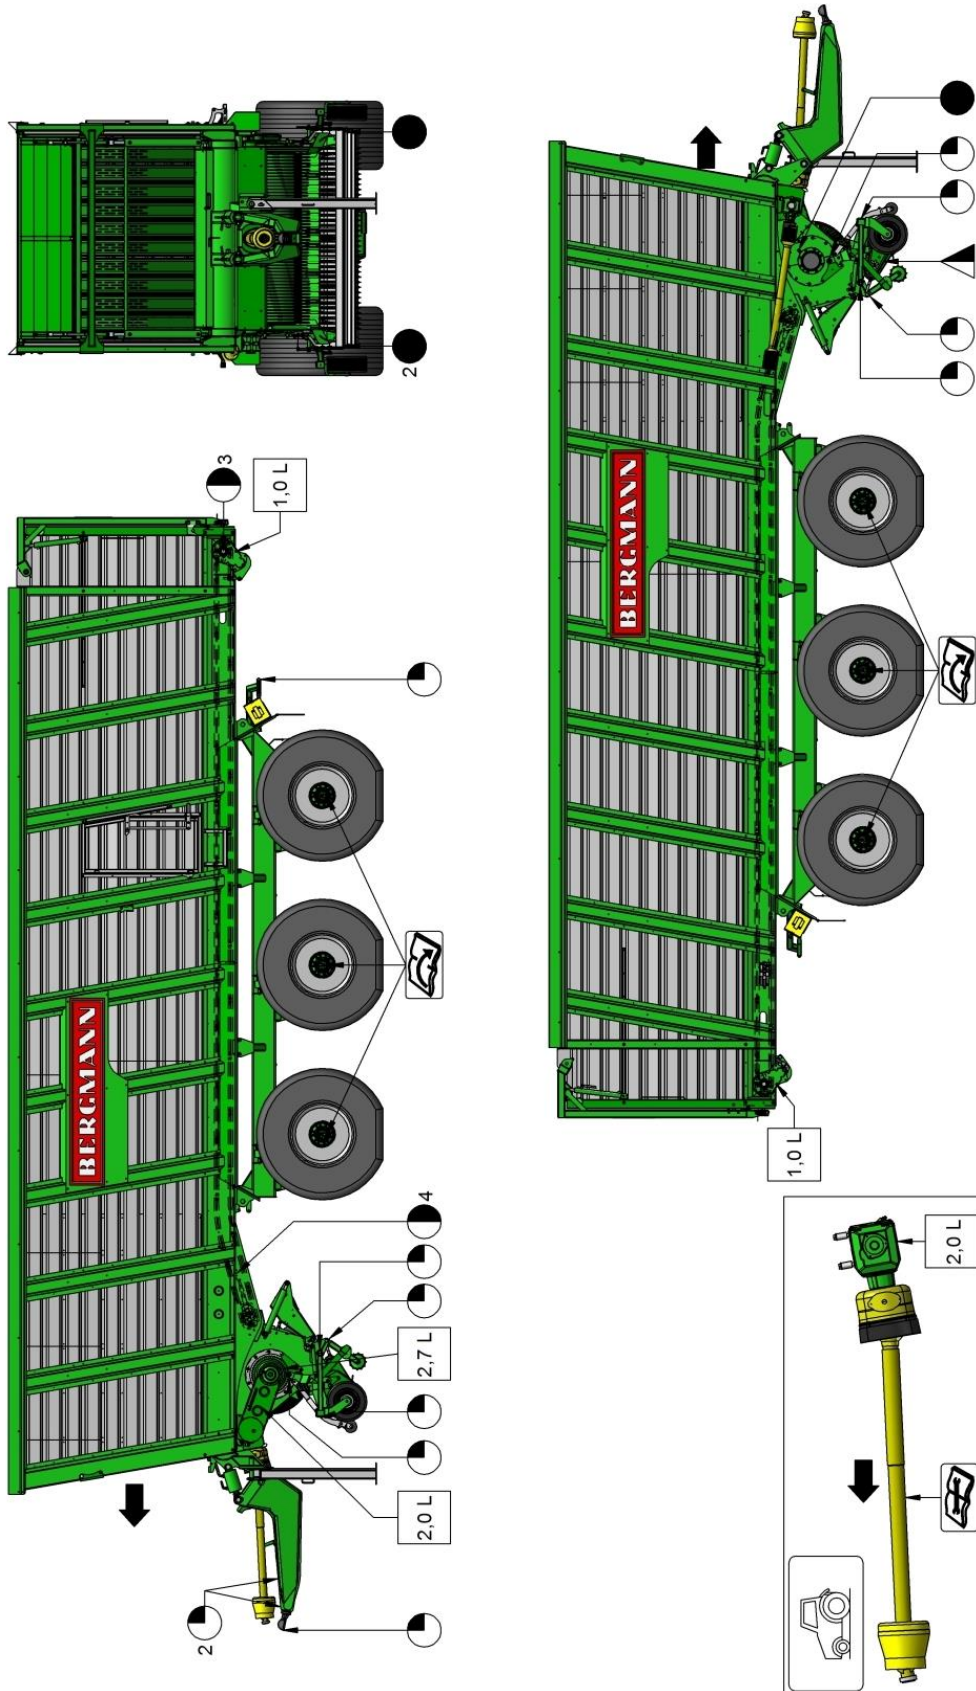

Bild 137: Schmierplan Maschine (Modell „K“)
- Lösen Sie die Kontermuttern (Bild 137 / Pos.1).
- Unter Beachtung der Einstellanweisungen lässt sich durch verdrehen der Schrauben (Bild 137 / Pos.2) die Spannung der Transportbodenkette einstellen.
- Ziehen Sie die Kontermuttern (Bild 137 / Pos.1) wieder fest an.